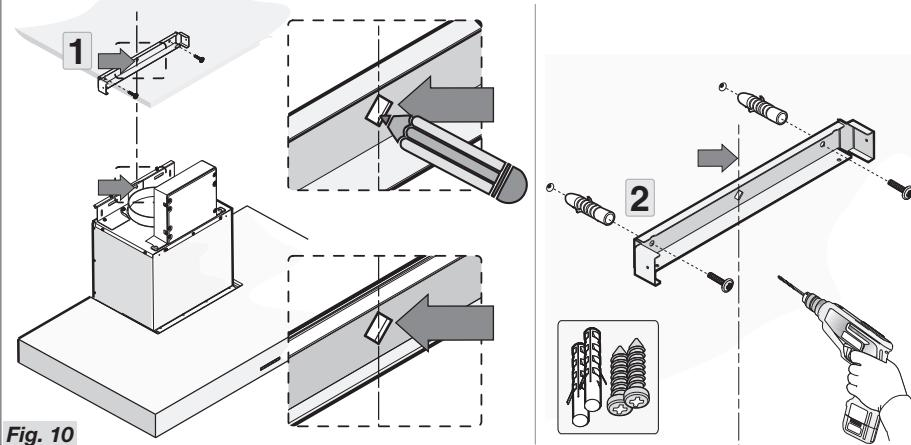

Fig. 10
- Posisjoner braketten med henvisning til størrelsene i Fig. 1 og fest den med de medfølgende skruene og pluggene (Fig. 10).